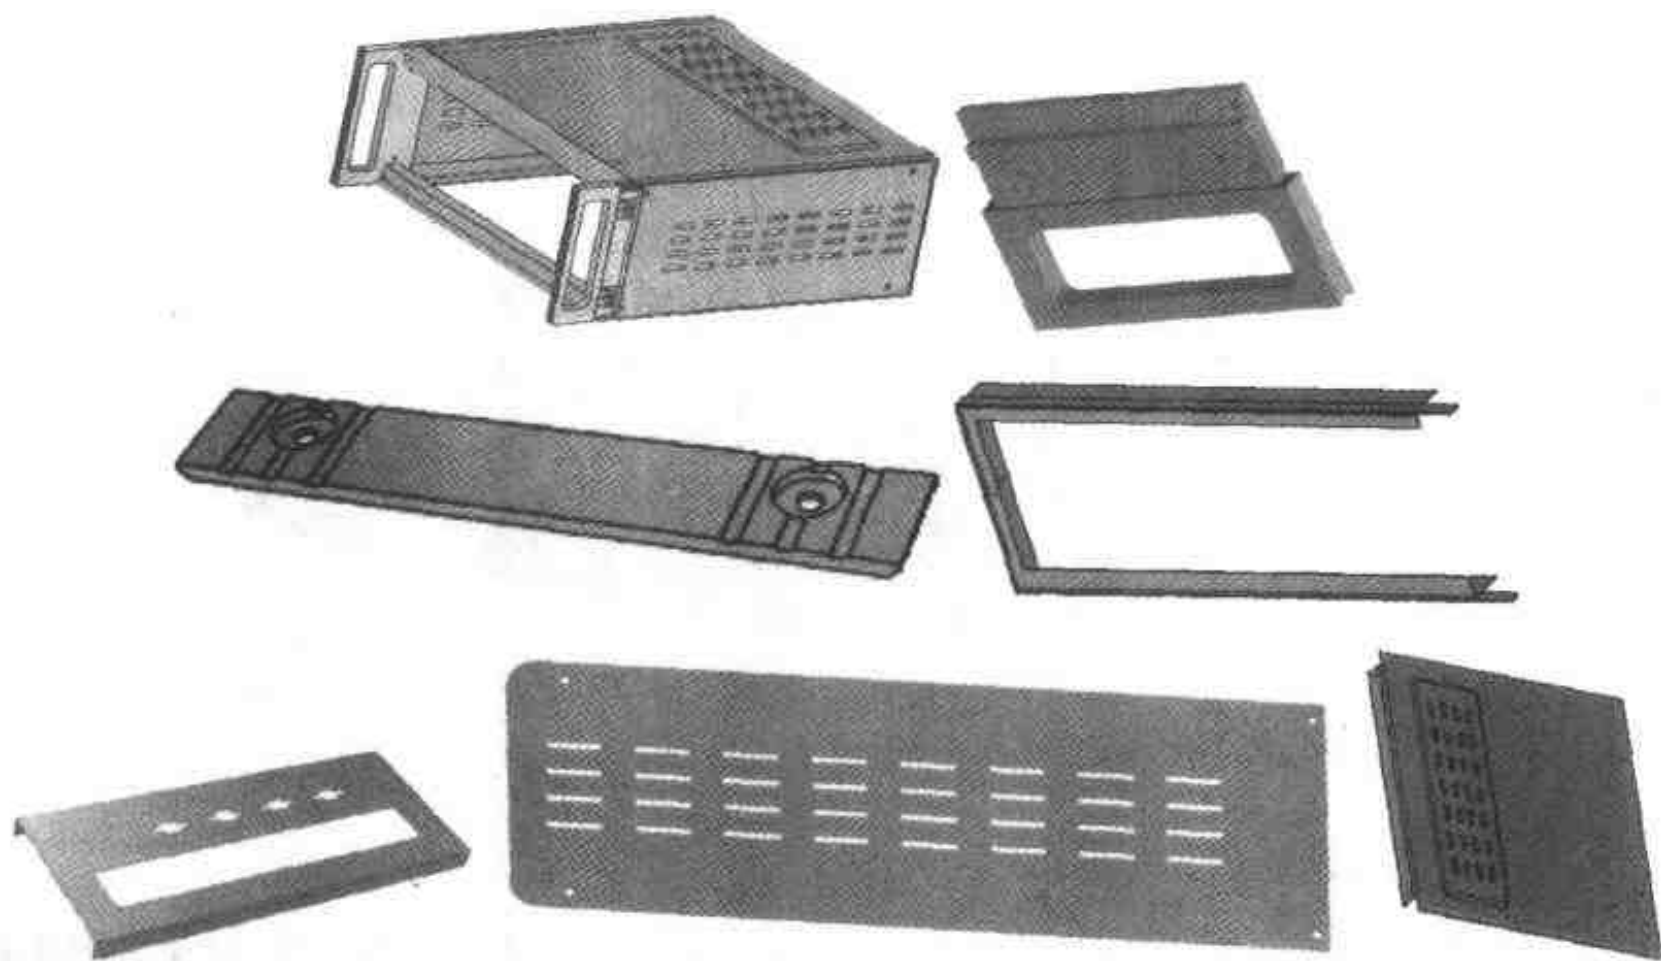

图 4.60 仪表机箱和主要构件
4.1 节的钣金设计属于钣金零件设计，主要应用各种钣金功能。本节将引入一个更为复杂和综合的实例——某一型号的仪表机箱，这一产品属于钣金类，但它是由多个构件装配而成的，属于钣金件和实体零件的混合装配，如图 4.60 所示。其手把、装饰条、面板挡条比较简单，应用图素设计即可完成，而用到的大量螺钉/螺孔属于标准件，可以直接由工具类图素生成，而边框、盖板类零件属于钣金零件，需应用钣金板料图素和弯曲图素，其上的大量型孔也需由板料冲压工艺完成。